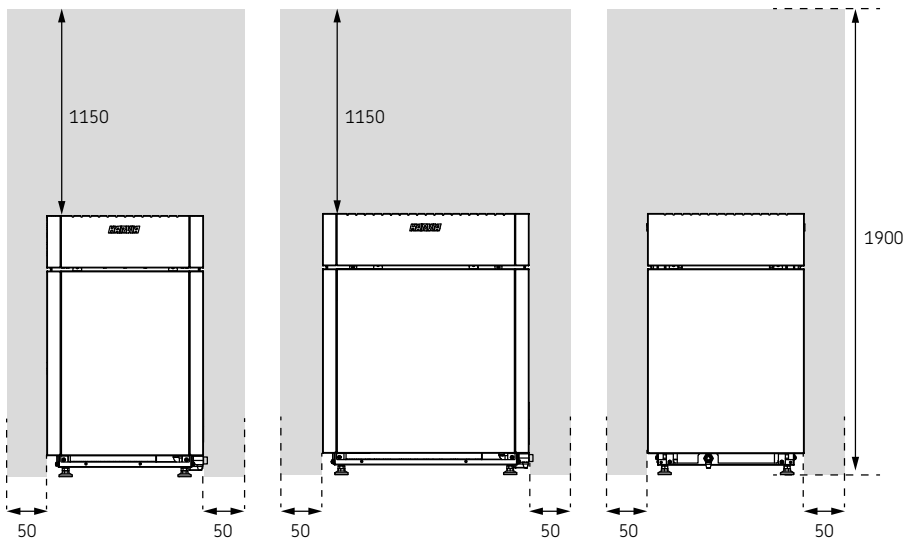

Abbildung 1. Sicherheitsabstände
- Die Mindestschutzabstände zu brennbarem Material sind in Abbildung 1 (Abbildung 1. Sicherheitsabstände) dargestellt.
- Ist um den Saunaofen ein Schutzgelenker angebracht, müssen die in Abbildung 1 (Abbildung 1. Sicherheitsabstände) oder der Betriebsanleitung des Saunaofens angegebenen Sicherheitsabstände eingehalten werden.